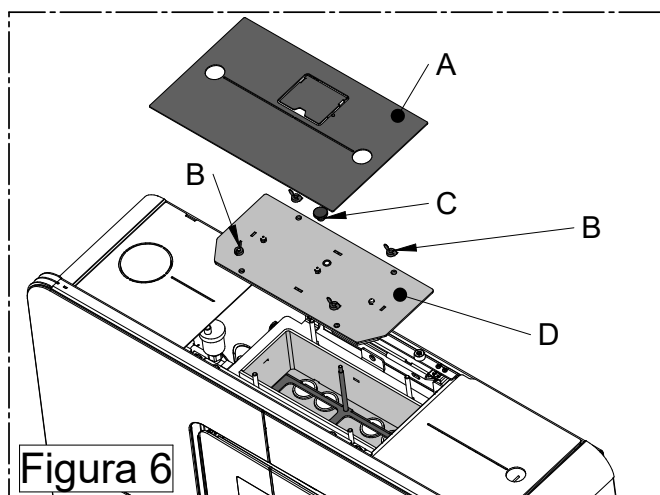

Figura 6
- Aspire la ceniza presente en el compartimiento superior de circulación de humos (figura 6) Para acceder al compartimiento, tire enérgicamente de la cobertura A para desengancharla, desenrosque las tuercas de mariposa B y desenrosque el pomo sacudidor de turbuladores C. Quite la tapa, D prestando atención para no dañar el aislante montado en la misma.